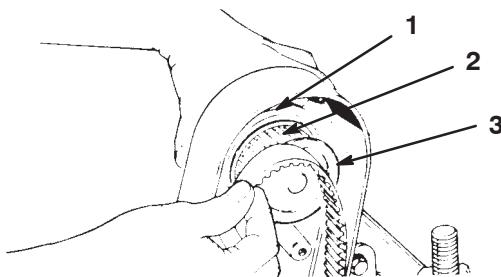

Figure 11
Remarque : Vérifiez si les vis de la poulie de moteur sont bien serrées sur l' arbre du moteur avant de monter le moteur sur le plateau de coupe (Fig. 11).
- Insérez la poulie du moteur d' entraînement du cylindre dans le boîtier et passez la courroie sur la poulie (Fig. 11).